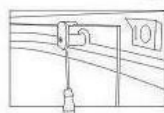

Рис. 9
**Стеклянные двери.** Стеклянные двери изделия представляют собой раздвижную конструкцию, герметичность дверей обеспечивается за счет магнитного уплотнителя. Двери открываются и закрываются без усилий. Пожалуйста, не открывайте и не закрывайте двери с усилием во избежание повреждения кабины. В случае возникновения затруднений при открывании-закрывании дверей, смажьте направляющие роликов (нижний и верхний профили) силиконовой смазкой и отрегулируйте верхние ролики (рис.9).